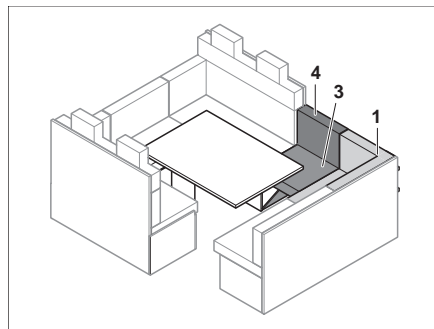

Fig. 120 Après l'agrandissement
- Remettre en place les coussins d'assise (Fig. 120,1).